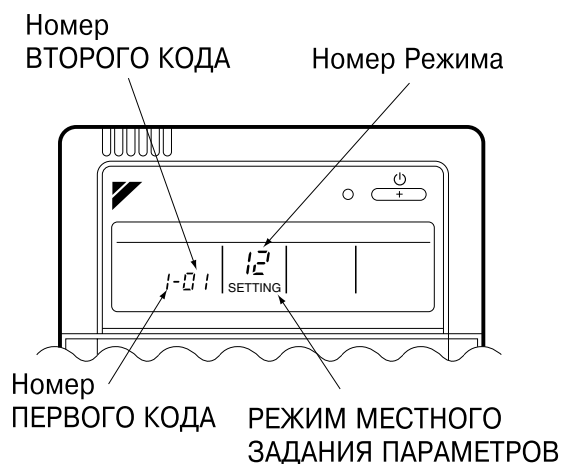

Рис. 29
- После выбора режима задания параметров на месте эксплуатации выберите режим № 12 и установите переключатель номера первого кода в положение “1”. Далее установите переключатель номера второго кода в положение “01” с целью выбора принудительного выключения и в “02” для выбора операции включения/выключения. (на предприятии-изготовителе устанавливается принудительное выключение). **(См. рис. 29)**